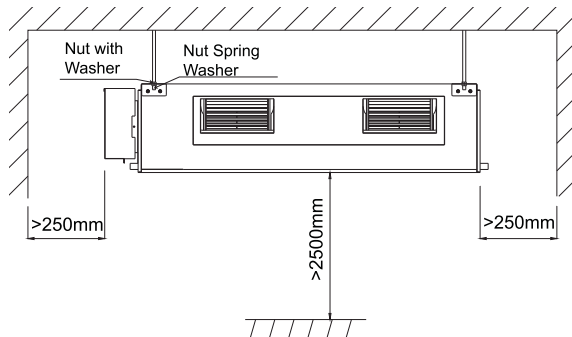

Fig.2
- (1). Montați unitatea într-un loc care este destul de rezistent pentru a susține greutatea unității
- (2). Intrarea și ieșirea aerului nu trebuie să fie blocate pentru ca fluxul de aer să ajungă în fiecare colț al încăperii.
- (3). Lăsați spațiu pentru service în jurul unității așa cum se arată în Fig.2